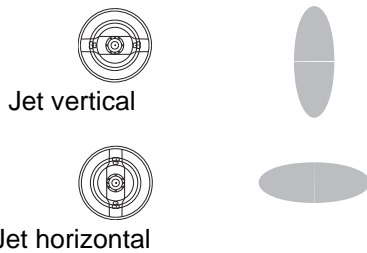

FIG. 11 . Positions du capuchon d'air
- Desserrez la bague de fixation du capuchon d'air et faites tourner le capuchon pour obtenir un jet pulvérisé vertical ou horizontal. Consultez la FIGURE 11. Vissez la bague de fixation jusqu'à ce que le capuchon d'air soit fermement serré ; le papillon du capuchon d'air ne doit pas pouvoir être tourné à la main.